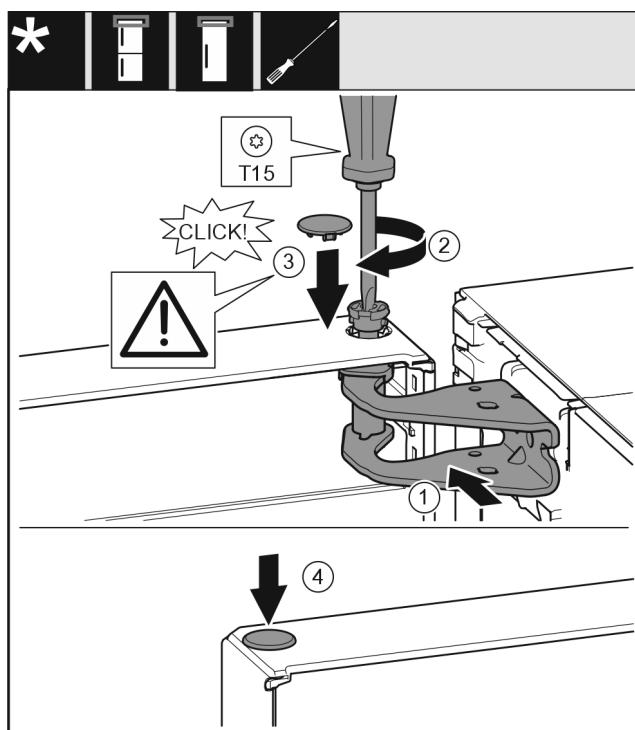

Fig. 19
- ▶ Ευθυγραμμίστε την πόρτα επάνω με το άνοιγμα στο στήριγμα. Fig. 19 (1)
- ▶ Τοποθετήστε τον πείρο και σφίξτε με κατσαβίδι T15. Fig. 19 (2)
- ▶ Τοποθετήστε το κάλυμμα ασφάλισης για την ασφάλιση της πόρτας: Τοποθετήστε το κάλυμμα ασφάλισης και ελέγχετε εάν εφαρμόζει στην πόρτα. Διαφορετικά, τοποθετήστε ολόκληρο τον πείρο. Fig. 19 (3)
- ▶ Τοποθετήστε την τάπα. Fig. 19 (4)